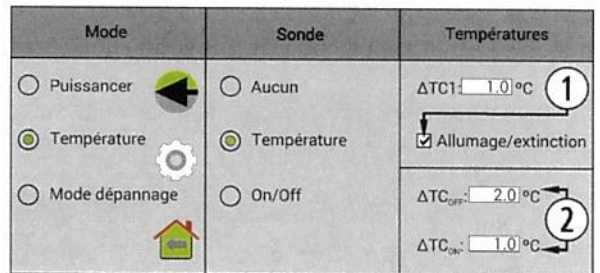

Figure 38
①	L'utilisateur allume le poêle manuellement.
②	température cible sélectionnée dans le menu principal.
③	$\Delta TC1$ par défaut 1°C (voir figures 38 ou 41).
④	Il change au niveau 1 (minimum).
⑤	Il change au niveau de fonctionnement 9.
⑥	ΔTC_{OFF} différence de températures pour arrêter le poêle.
⑦	Arrêter le poêle en fonction de la température ambiante.
⑧	ΔTC_{ON} différence de températures pour allumer le poêle.
⑨	Allumage à la demande de la température.